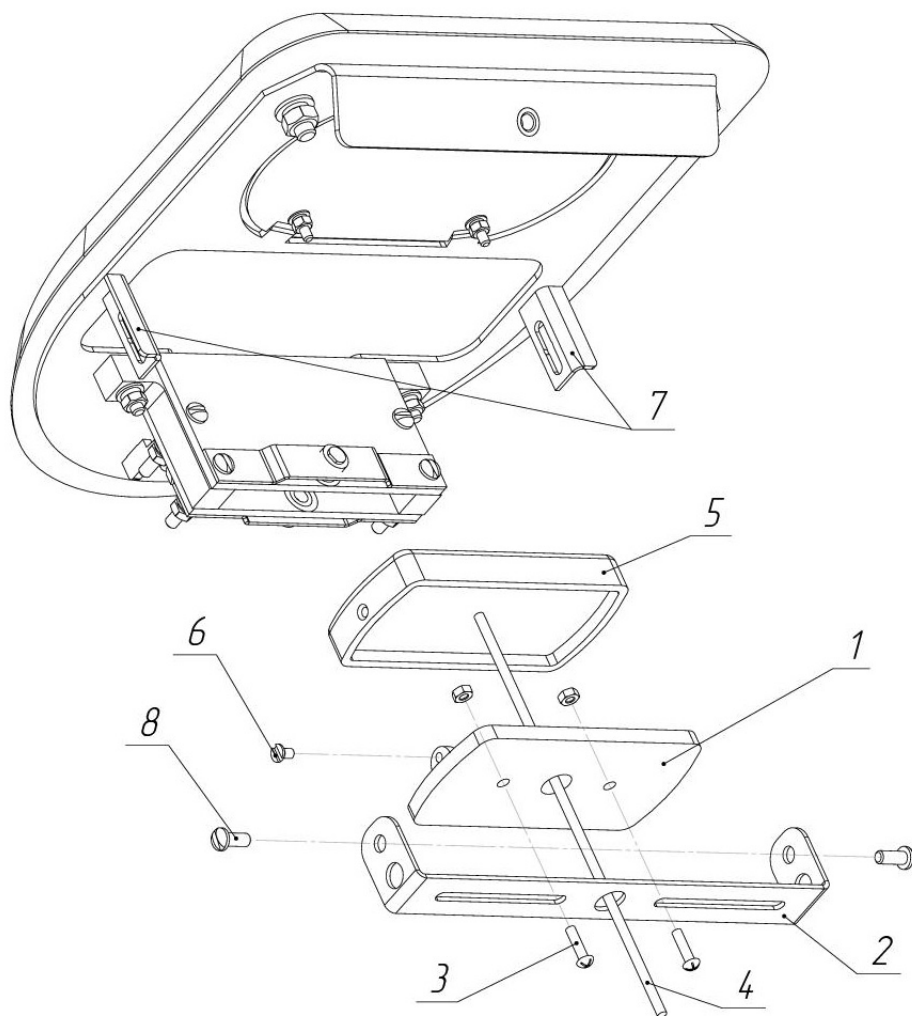
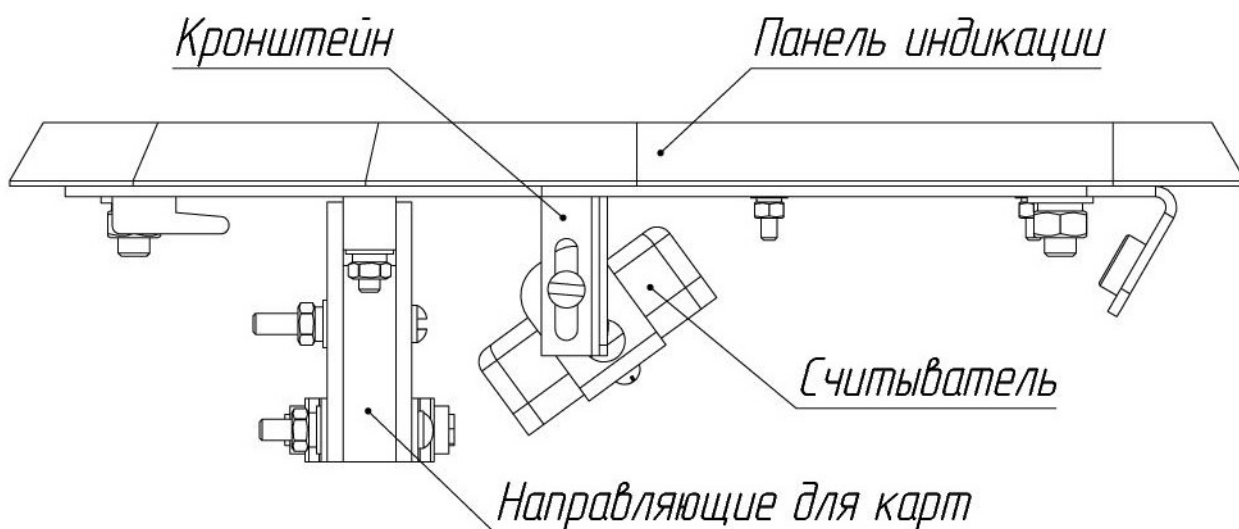

Рис. 15. Схема установки считывателя бесконтактных карт
Рис. 16. Рекомендуемый вариант установки считывателя бесконтактных карт
6.5.3. Выкрутите 2 винта М4 (8,рис. 15) и снимите универсальный кронштейн для считывателей (2,рис. 15).
6.5.4. Разберите считыватель, выкрутив винт М3 (6,рис. 15), и установите его нижнюю часть (1,рис. 15) на кронштейн, используя крепеж(3,рис. 15).
6.5.5. Заведите кабель считывателя (4,рис. 15) в отверстие кронштейна, установите верхнюю часть считывателя (5,рис. 15). Закрутите винт М3 (6,Рис. 15).
6.5.6. Зафиксируйте кронштейн на держателях (7,рис. 15), используя винты М4 (8,рис. 15). Рекомендуется устанавливать считыватель под углом 40...50° к направляющим для карт (рис. 16). В